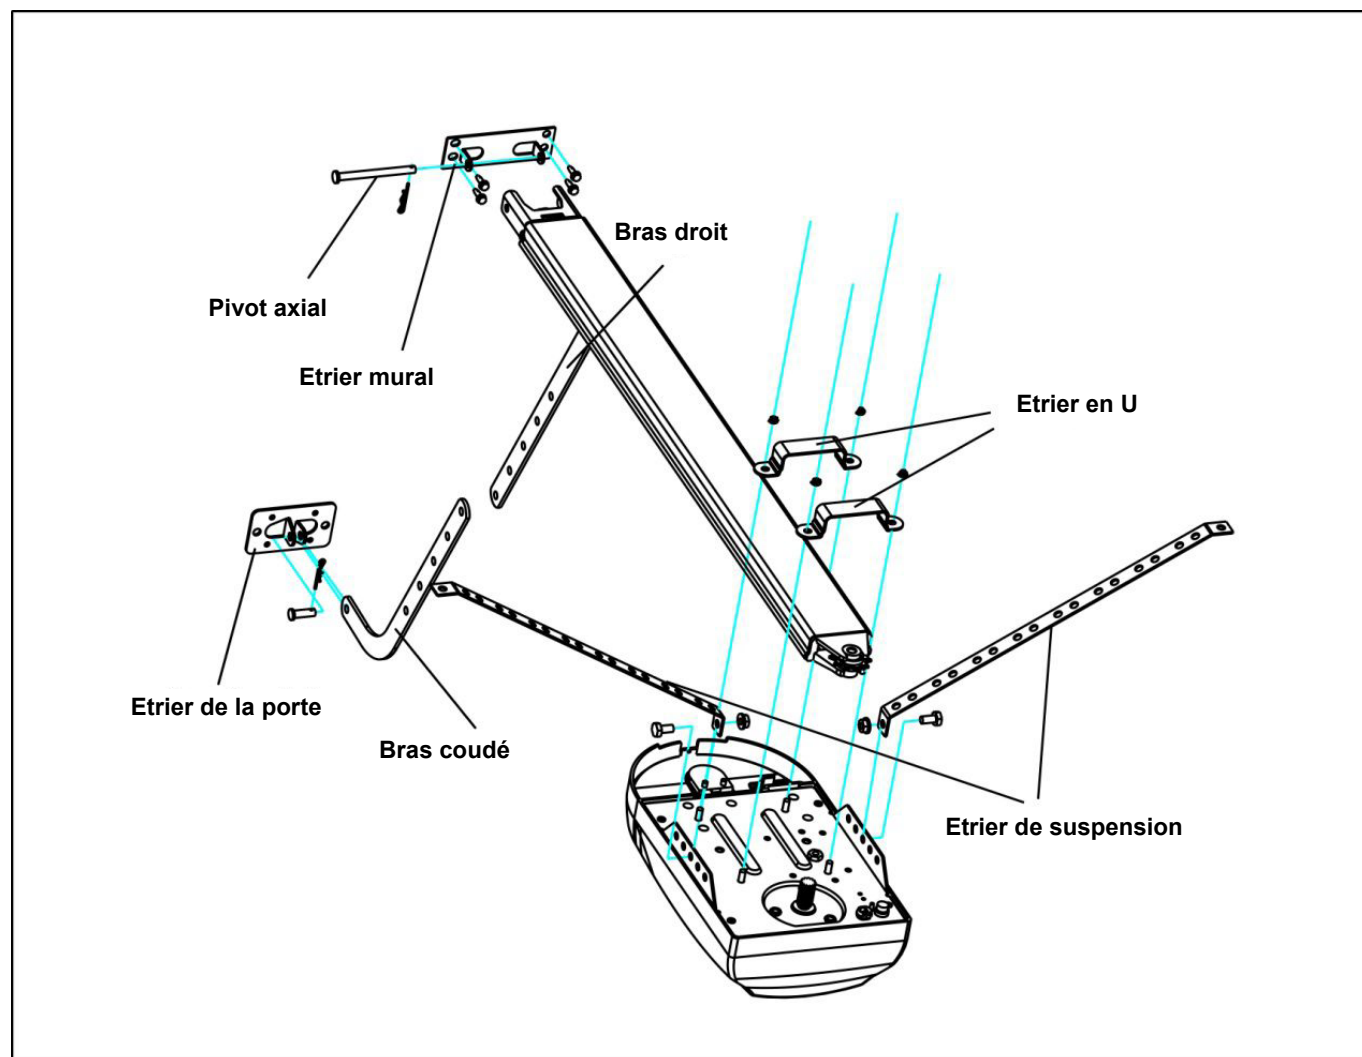

FIG. 4
2. Fixer le rail en acier à l'étrier mural à l'aide du pivot axial (Fig. 4).